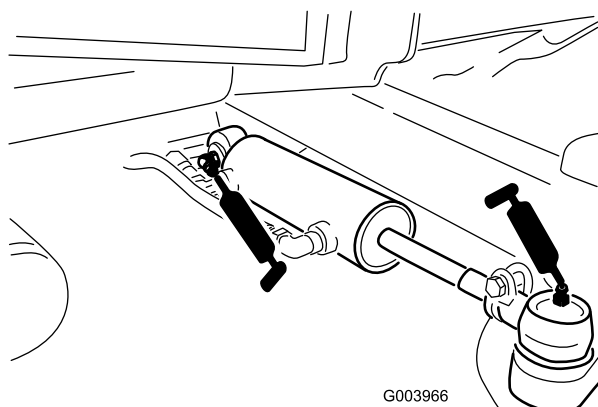

Figure 76
- Rotules de vérin de direction (2) (Figure 76)